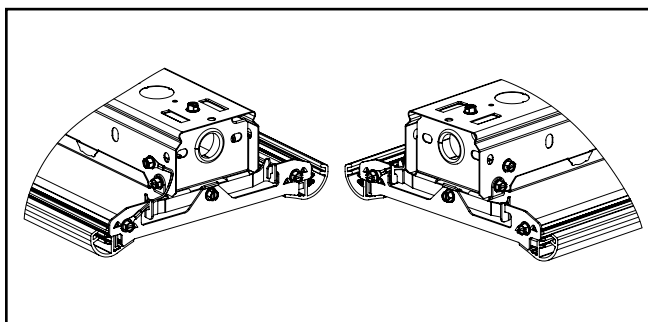

Figura 3.5
F. Asegúrese de que las lengüetas del conjunto de la guía de ondas estén firmemente en el interior de las ranuras del soporte de la bisagra del canal. (Figura 3.5)